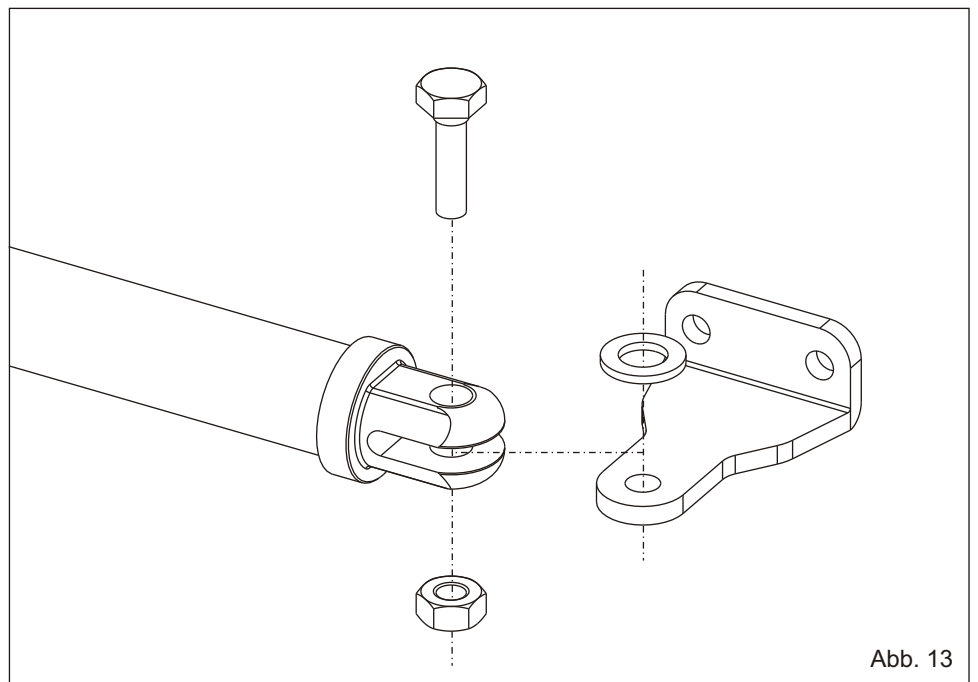

Abb. 13
**2.6.** Den vorderen Bügel an das Ende der Kolbenstange befestigen (Abb. 13)